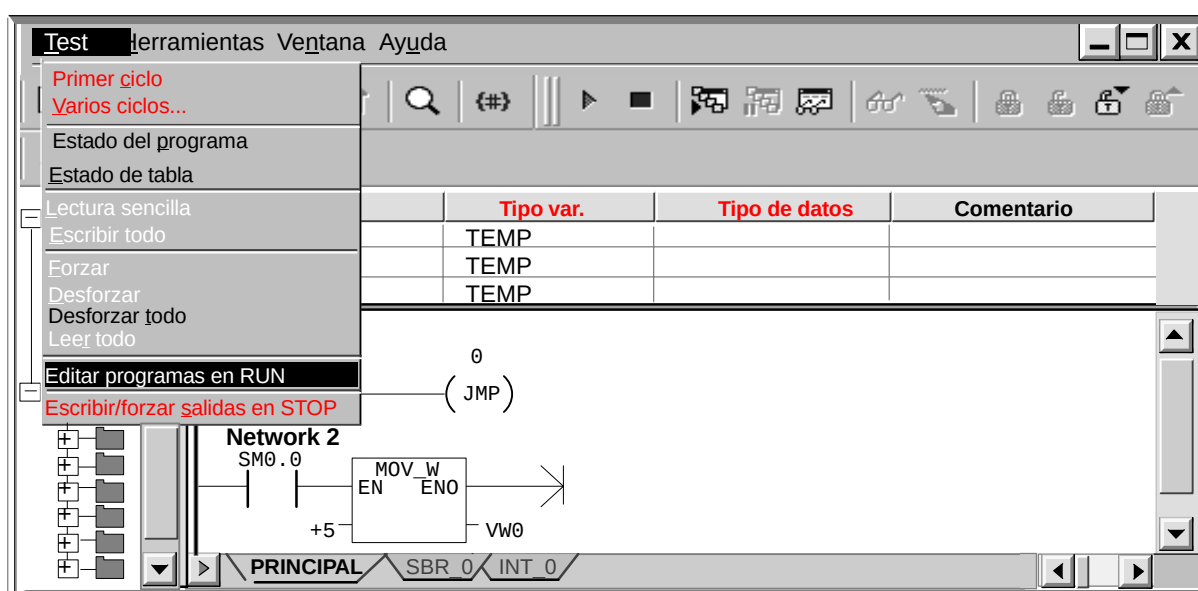

Figura 4-22 Visualizar el estado de un programa en FUP
1. Elija el comando de menú **Test > Editar programa en RUN**. (La figura 4-22 muestra el menú Test en el lado derecho de la pantalla.)